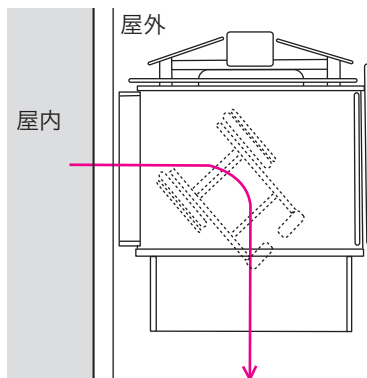

図 8-9 昇降機上で 90 度向きを変える段差解消機
① 環境との適合条件
② 本人との適合条件
③ 介助者との適合条件
- 車いす用段差解消機は、車いすの進行方向から2つのタイプがあります。ひとつは昇降機上を直進し乗降するもので、もうひとつは昇降機上で左右どちらかに 90 度向きを変えて乗降するものです。（図 8-9）